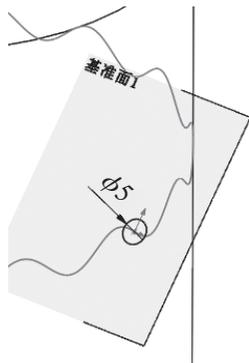
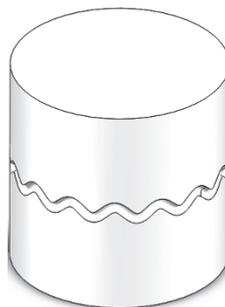

图5-32 绘制直径为 $\phi 5\text{mm}$ 的圆
图5-33 在圆柱表面创建波浪槽
(4) 单击“组合曲线”按钮，将两条波浪曲线组合成一条曲线。
(5) 在设计树中选择基准面1, 在弹出的快捷按钮框中单击“草图绘制”按钮, 以曲线的端点为圆心, 绘制一个直径为 $\phi 5\text{mm}$ 的圆, 如图5-32所示。
(6) 单击“确定”按钮, 绘制草图圆。
(7) 在标签栏中单击“特征”标签, 再在命令按钮栏中单击“扫描切除”按钮, 选择上一步创建的圆为扫描截面, 选择波浪曲线为扫描路径, 单击“确定”按钮, 在圆柱表面创建一条波浪槽, 如图5-33所示。